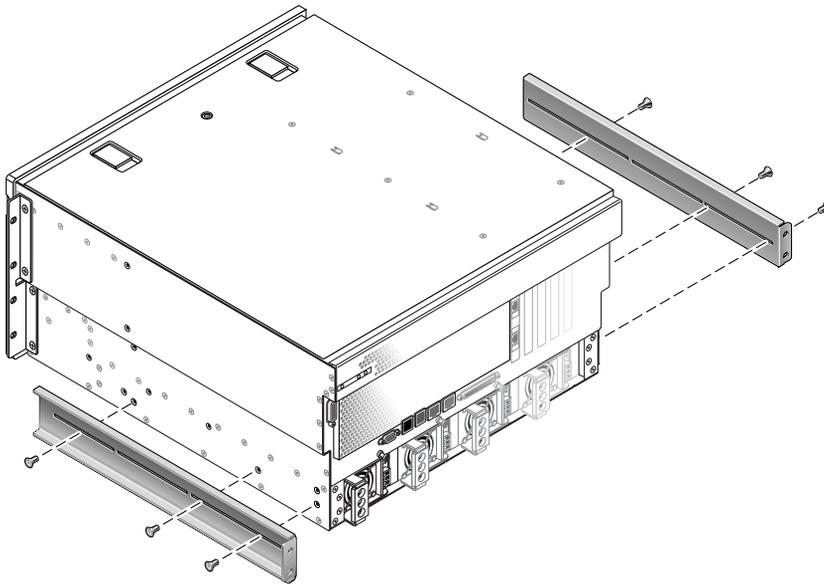

ABBILDUNG 3-19 Anbringen der hinteren Stützwinkel
5. Montieren Sie die hinteren Stützwinkel an der Rückseite des Servers und verlängern Sie die Stützwinkel dabei auf die gemessene Tiefe des Racks (ABBILDUNG 3-19).